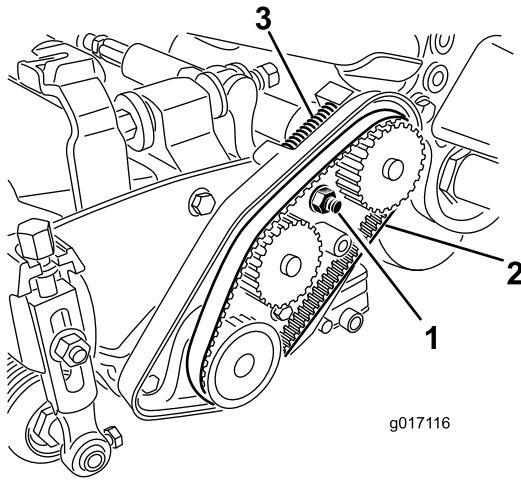

Bild 14
- Lösen Sie die Befestigungsmutter des Lagergehäuses (Bild 14).
- Stellen Sie sicher, dass die Druckfeder den Riemen spannt (Bild 14).
- Nehmen Sie den Riemen ab (Bild 14).